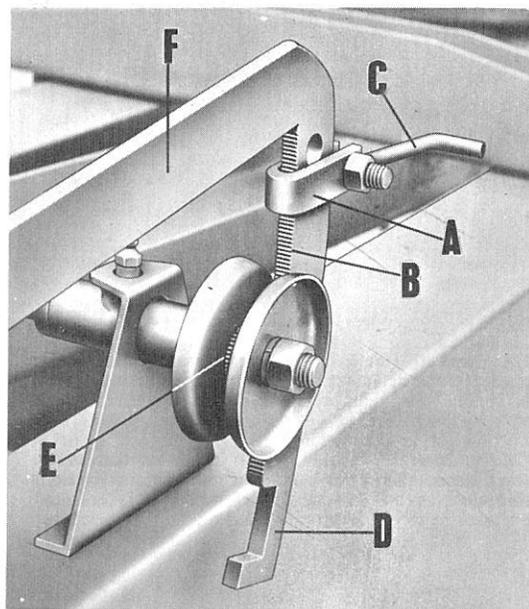
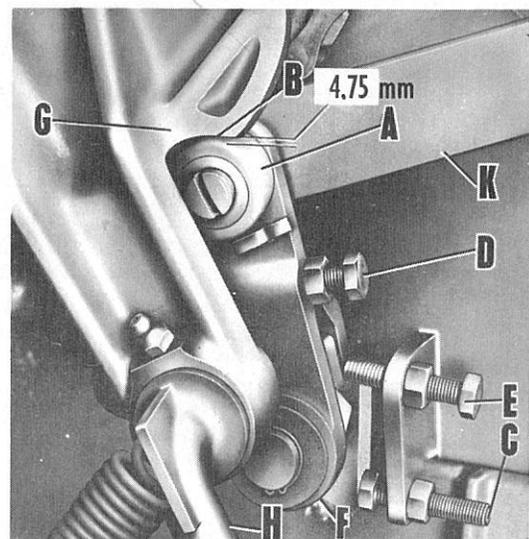
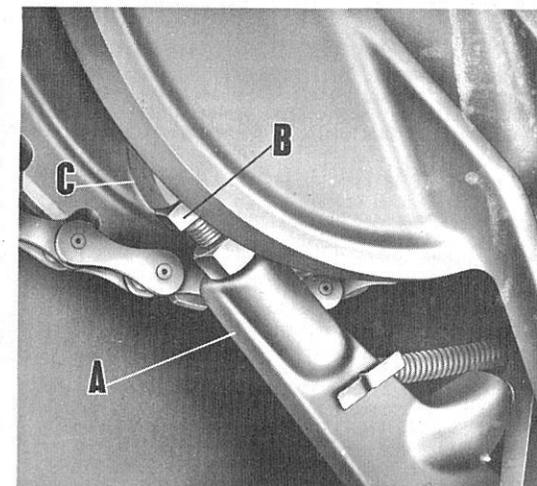
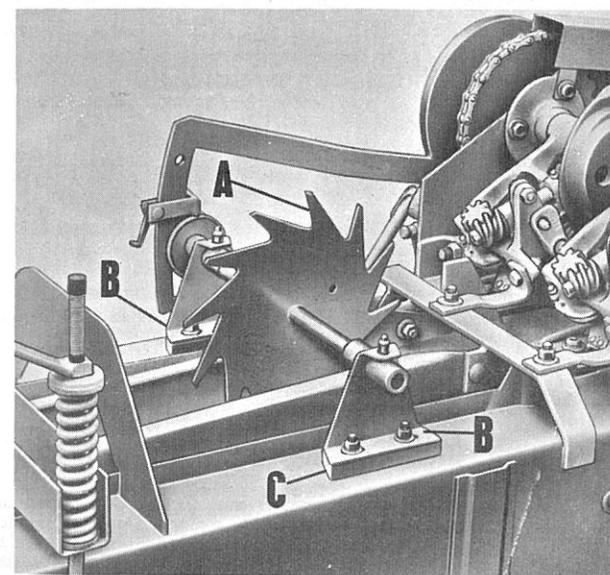

Fig. 27. Réglage de la roue de distribution pour obtenir différentes longueurs de balles.
Fig. 28. Ajustement et réglage du mécanisme à renvoi de sonnette de l'embrayage.
Fig. 29. Ajustement et réglage du bras déclencheur de l'embrayage des noueurs.
Fig. 30. Ajustement des supports de la roue de distribution
La Presse BL30 permet d'obtenir, sans équipement spécial, des balles de longueur comprise entre 30 et 90 cm. Cette longueur est déterminée par la position de la bride (A, Fig. 27) sur la crémaillère (B, Fig. 27). On fixe ainsi la distance parcourue par la crémaillère entre la bride (A, Fig. 27) et l'embrèvement (D, Fig. 27) à la partie inférieure du bras déclencheur.
Pour changer la longueur des balles, desserrer le boulon sur la bride au moyen de la poignée de blocage (C, Fig. 27) et remonter ou descendre la bride le long du bras suivant la longueur désirée pour les balles. La plus courte s'obtient avec la bride (A, Fig. 27) dans la position inférieure et on allonge les balles progressivement en remontant la bride sur la crémaillère.
La roue de distribution (A, Fig. 30) et son axe font corps l'une avec l'autre et la roue entre en contact avec la balle en formation dans le canal de la presse à travers une fente du guide tendeur supérieur. Un galet moletté (E, Fig. 27), en bout de l'axe de la roue de distribution, agit sur la crémaillère (B, Fig. 27) solidaire du bras déclencheur (F, Fig. 27). Comme la balle, en voie d'achèvement, est dirigée vers l'arrière du canal de la presse, la roue de distribution tourne et la crémaillère s'élève, actionnant le galet moletté jusqu'à ce qu'il atteigne l'embrèvement (D, Fig. 27) de l'extrémité inférieure. De ce fait, le bras déclencheur (F, Fig. 27) et le renvoi de sonnette avancent et libèrent le cliquet contrôlant les noueurs, ce qui les déclenche.
Les supports (B, Fig. 30) de la roue de distribution sont pourvus de trous allongés qui permettent de placer correctement, l'un par rapport à l'autre, le galet (A, Fig. 28) du renvoi de sonnette et la came de l'embrayage. Le processus à suivre est le suivant:
1. Placer le bras du déclencheur (F, Fig. 27) dans sa position de départ, c'est-à-dire, le galet du renvoi de sonnette (A, Fig. 28) dans le creux de la came de l'embrayage (B, Fig. 28) et les aiguilles au point mort bas de leur course.
2. Après avoir desserré boulons et écrous, déplacer les supports (B, Fig. 30) de la roue de distribution pour que le galet du renvoi de sonnette (A, Fig. 28) pénètre assez profondément dans le creux de la came de l'embrayage pour empêcher toute rotation en arrière de celle-ci. La position idéale est celle dans laquelle le centre du galet est en avant de l'angle extérieur de la came. Vérifier en poussant vers l'avant la tige de commande (H, Fig. 28) des aiguilles (c.-à-d., vers l'avant de la presse). Si le réglage est correct, la came de l'embrayage ne tournera pas en arrière. Resserrer boulons et écrous des supports de la roue de distribution pour maintenir le réglage.
Les entretoises (C, Fig. 30) sont nécessaires sous les supports (B, Fig. 30) de la roue de distribution pour des fourrages courants, mais pour travailler des fourrages légers et cotonneux, il peut être nécessaire de retirer ces entretoises et de monter les supports (B, Fig. 30) directement sur le canal de la presse de manière que la roue de distribution s'engage davantage dans ce canal. Si l'on enlève les entretoises, vérifier que tous les positionnements sont conformes aux instructions précitées et remettre en place les entretoises quand on aura de nouveau à travailler des fourrages normaux pour éviter de faire subir de trop gros efforts à l'axe de la roue de distribution.
1. Placer le bras du déclencheur (F, Fig. 27) dans sa position de départ suivant la Fig. 27.
2. Manoeuvrer la vis de réglage (B, Fig. 29) en haut du bras de butée du taquet d'embrayage (A, Fig. 29) de manière à obtenir un espace d'environ 4,75 mm entre le galet (A, Fig. 28) du renvoi de sonnette et le creux de la came de l'embrayage.
3. Au moyen de la vis de réglage du taquet (E, Fig. 28) régler la position de la vis (B, Fig. 29) de manière à obtenir un contact parfait avec le taquet (C, Fig. 29).
4. Effectuer alors, l'embrayage étant en position de départ, tout ajustement utile à l'aide de la vis de réglage (D, Fig. 28) agissant sur la branche arrière du renvoi de sonnette, de manière à obtenir un espace de 1,5 mm environ entre le bout de la vis de réglage et la branche avant du renvoi. Serrer l'écrou de blocage pour conserver le réglage correct.
5. Pour ajuster la vis de réglage du galet (C, Fig. 28) on procède comme suit: D'abord, faire tourner la roue de distribution pour déclencher l'embrayage des noueurs, puis, agir sur la vis de réglage (C, Fig. 28) pour obtenir un espace de 4,75 mm environ entre le galet (A, Fig. 28) du renvoi de sonnette et le creux de la came de l'embrayage.
1. Déclencher les noueurs en faisant tourner la roue de distribution (A, Fig. 30) dans la direction de l'avancement des balles.
3. Enlever la roue de distribution (A, Fig. 30) en retirant ses supports (B, Fig. 30).